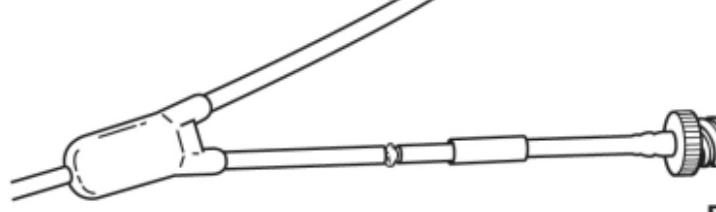

Fig. 13
4. Lägg lim på skarven. (Fig. 13)